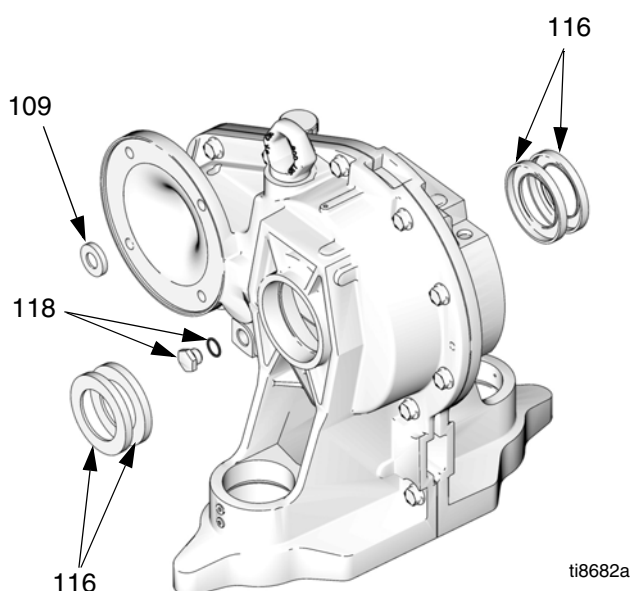

FIG. 24: Tenute riduttore a ingranaggi
5. Rimuovere le quattro viti (12) ed entrambi i coperchi (21, 32).
6. Vedere FIG. 24. Sul lato motore del riduttore a ingranaggi, svitare il tappo dell'olio di drenaggio (118) ed estrarre la guarnizione. Forare la guarnizione di ingresso (109) con una vite di lamiera temprata e estrarla.